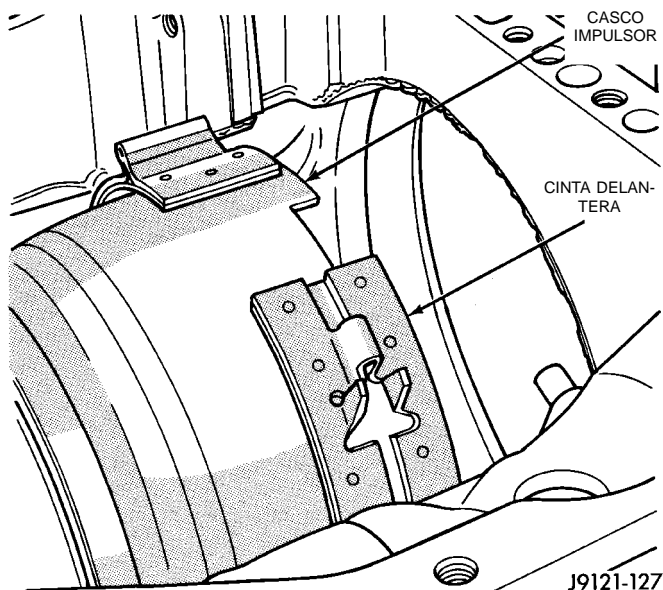

Fig. 112 Desmontaje/instalación de la cinta delantera
(26) Deslice la cinta delantera para extraerla del casco impulsor (Fig. 112) y retire la cinta de la caja.